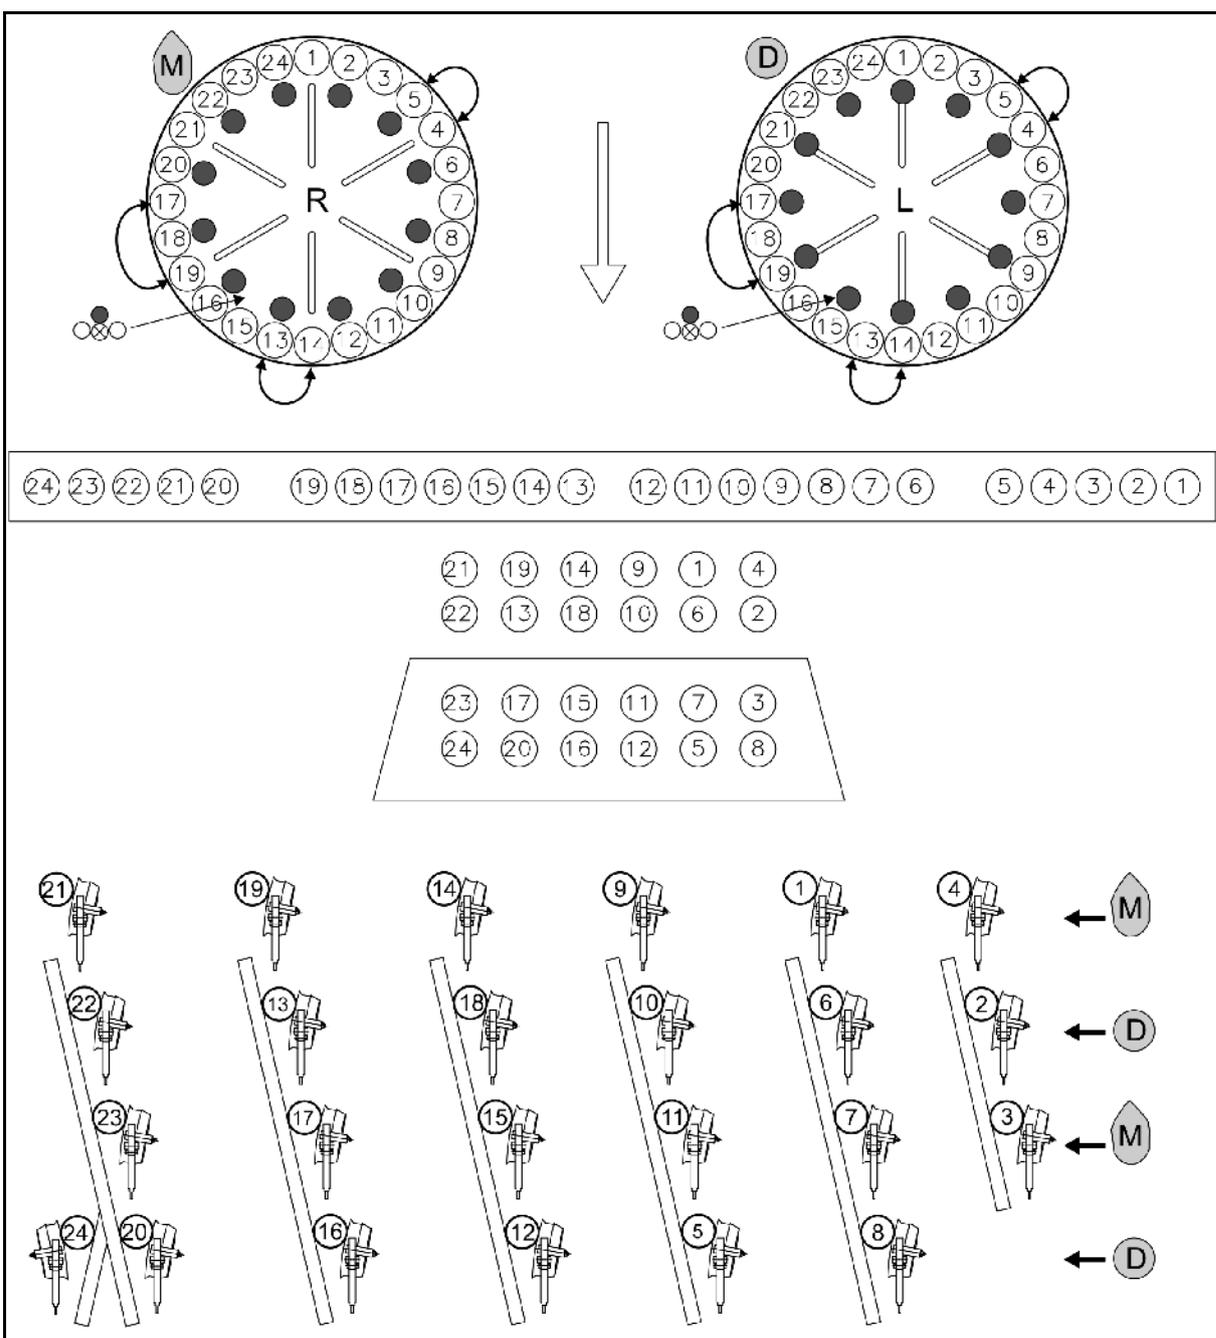

Fig. 46
- Maíz M: Montar los tapones de cierre  correctamente Fig. 46.
- Abono D: Montar los tapones de cierre  correctamente Fig. 46.